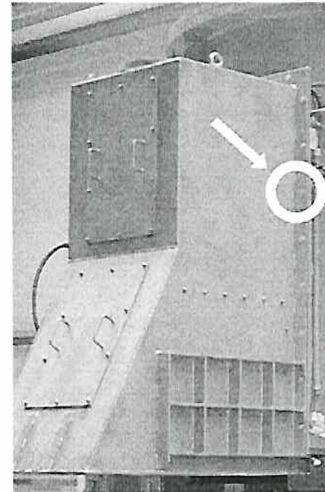

Рис. 29: Отвинчивание болтов
8. Отвинтите болты М 10 (Рис. 29), размещенные по периметру разгрузочного кожуха.